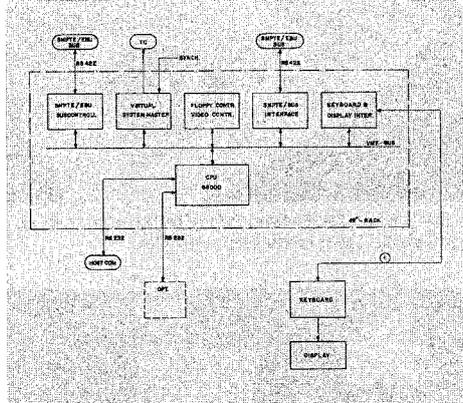

Bild 8: Auf VME-Bus basierendes System.
- 19"/6 HE Rack mit Netzteil und einer auf dem VME-Bus basierenden Elektronik (siehe Bild 8) bestehend aus: